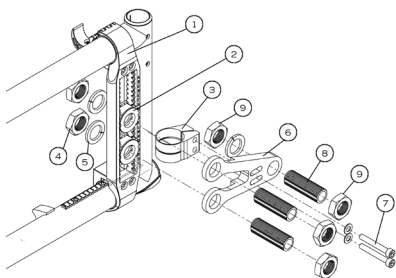

Fig. 32
- Istanlizzate la piastra di montaggio (1) (Fig. 32) chiudendo i morsetti intorno al telaio.
- Inserite un secondo ricevitore (2) sulla piastra dell'asse.
- Istanlizzate il morsetto posteriore (3) nella parte posteriore del telaio.
- Inserite due boccole (8) attraverso la piastra dell'asse (1) e nel ricevitore (2) e fissatele con un bullone e una rondella (4) (5).
- Inserite due viti (7) nella piastra asse per amputato attraverso il morsetto di montaggio e stringetele.
- Inserire la boccola dell'asse (8) attraverso la piastra per amputato e stringete i dadi (9).